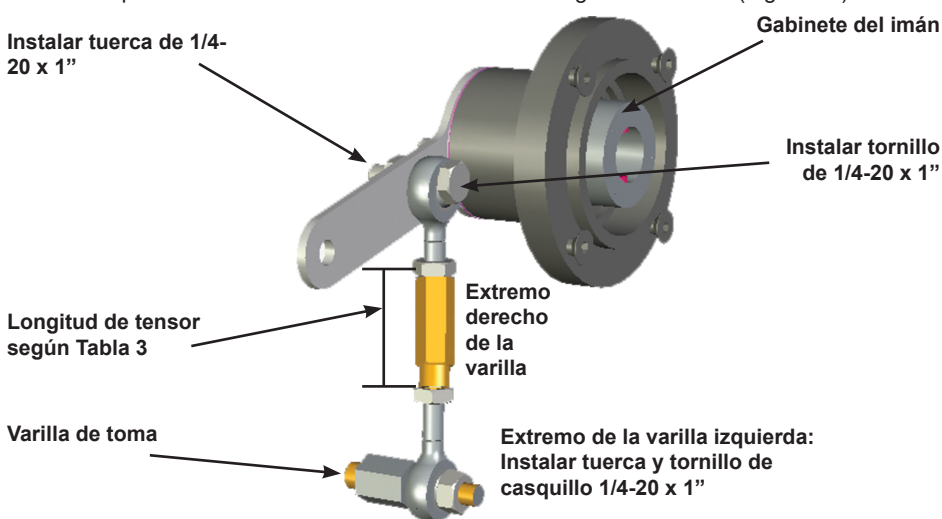

Figura 14 - Montaje de la varilla de toma del SVi1000
4. Enrosque la varilla de toma en el conector del vástago del actuador (Figura 14).
5. Conecte el extremo roscado derecho de la varilla a la palanca mediante un tornillo y una tuerca de 1/4 - 20 x 1" (Figura 14).
10. Enrosque el tensor en el extremo de la varilla roscada de la mano izquierda (Figura 14).
11. Ajuste el tensor hasta que el orificio de la palanca coincida con el orificio de alineación de la abrazadera. Ajuste ambas tuercas de bloqueo del tensor (Figura 14).